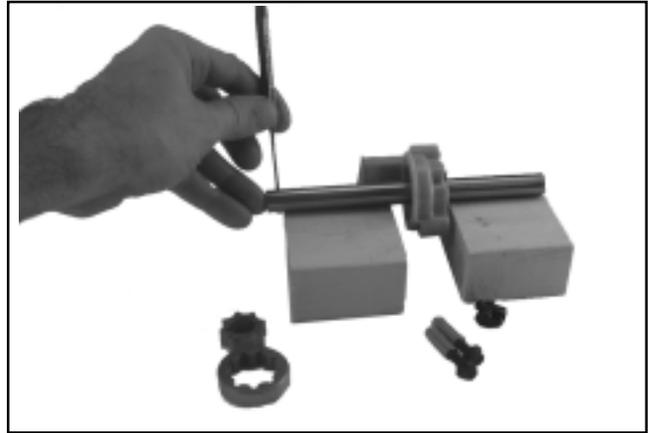

Figure 8-43. Séparation de la pompe à huile de l'arbre à cames du côté admission.
5. Si nécessaire, la pompe à huile peut être séparée de l'arbre à cames du côté admission. Soutenir l'arbre de manière appropriée et sortir la goupille inférieure. La pompe à huile peut être retirée de l'arbre à cames. Voir la Figure 8-43.